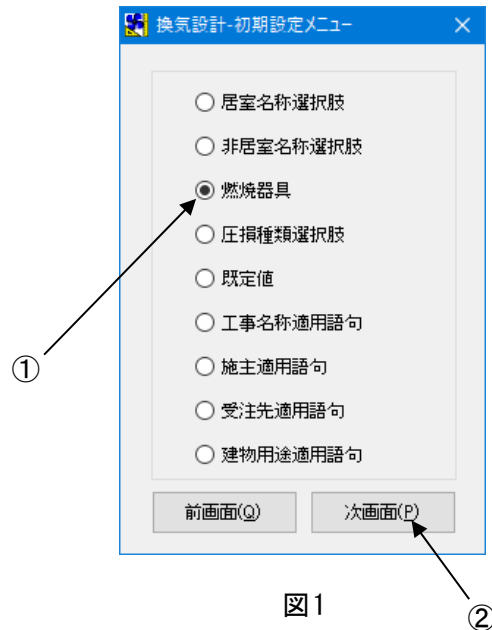

図 1
- (1) 『初期設定メニュー』の画面で
「燃焼器具」(図 1-①) を選択し、
[次画面(P)] ボタン(図 1-②) を